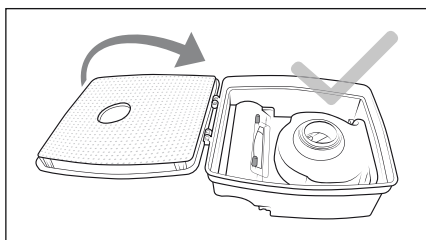

Fig. 11
- 7) Fije el filtro EPA **7** a la tapa del depósito de polvo **12** y ciérrela (consulte la fig. 11).